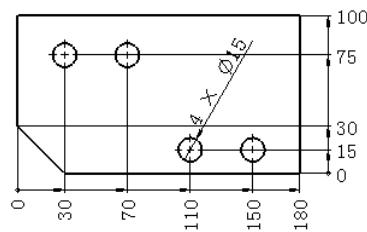

图 9.5.5 以尺寸链的方式标注尺寸
- 尺寸链** 选项：以尺寸链的方式标注尺寸，如图 9.5.5 所示。